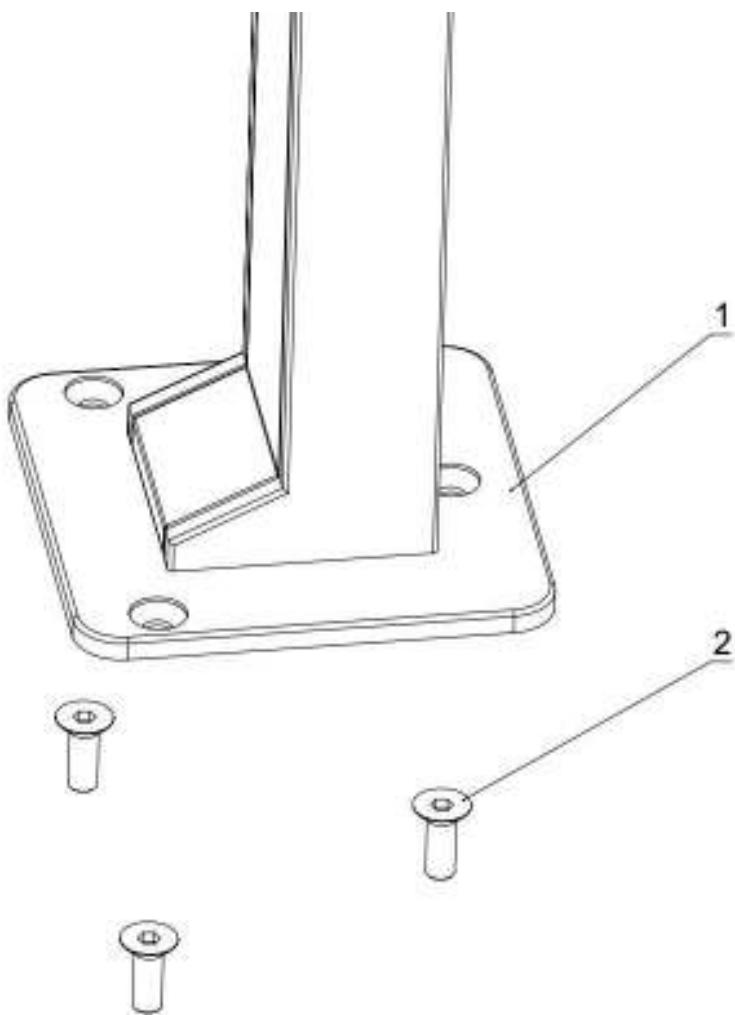

Рис. 8. Схема установки турникета
4.2.8. Совместите отверстия в опоре турникета (1,рис. 8) с анкерами в полу. Проверьте вертикальность установки в 2-х плоскостях, при необходимости используйте стальные прокладки требуемой толщины для правильной установки турникета. Закрепите стойку турникета тремя винтами M8 (2,рис. 8), закрутив их в соответствующие анкеры, используя ключ для винта с внутренним шестигранником S5. Установите крышку основания на двухсторонний скотч